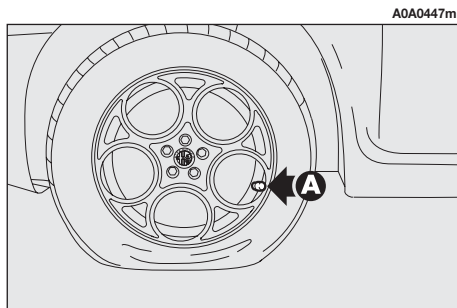

fig. 14
– Placer la roue avec la valve (**A-fig. 14**) tournée comme la description sur la figure, **puis serrer le frein à main**.